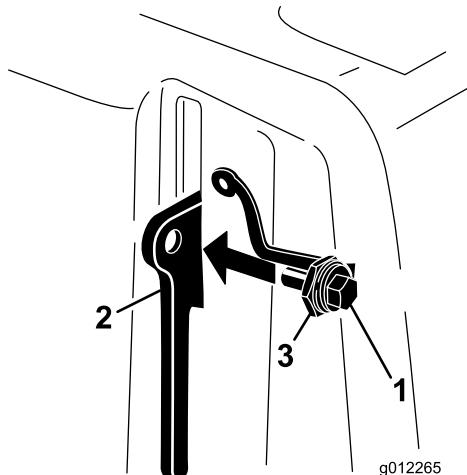

図 10
3. ベルトカバーのラッチのレバーにボルトを通す（図 10）。